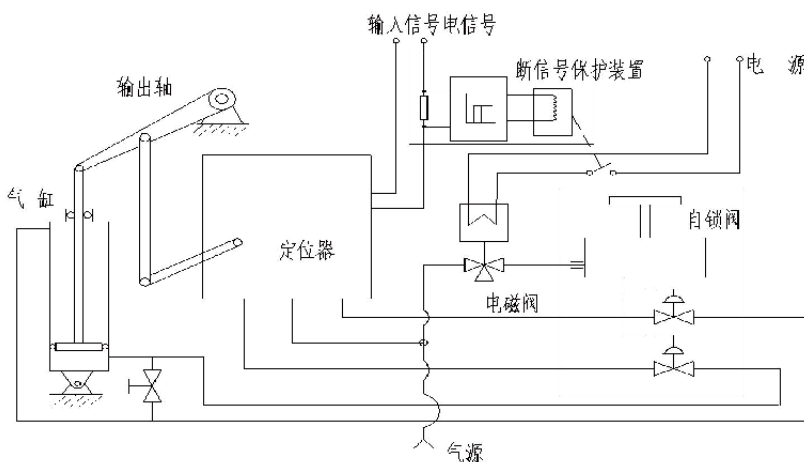

图7 三断自锁装置原理图
d)、断电信号保护原理：在断电、断气源基础上增加断信号保护装置就实现断电信号自锁。其工作原理如图7所示：